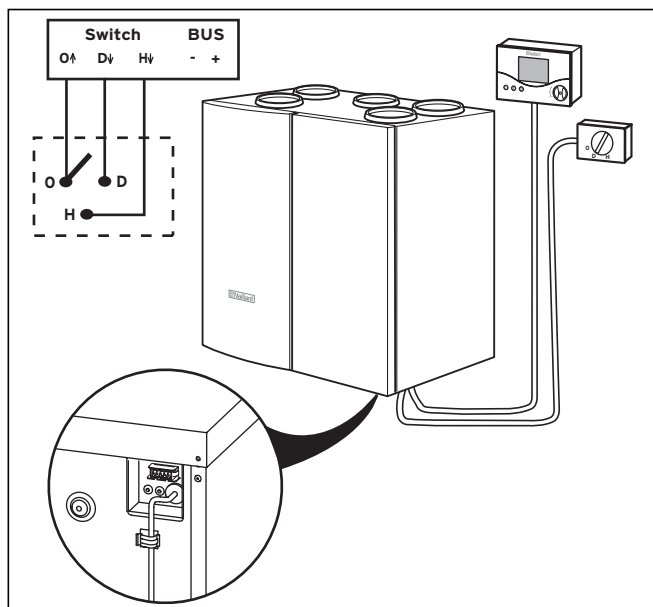

Abb. 4.13 Elektrischer Anschluss des 3-Stufen-Schalters
- Schließen Sie die drei Leitungen entsprechend der Abbildung 4.13 an die Klemmen „O↓“, „D↑“ und „H↑“ an. Folgende Schalterstellungen sind möglich: